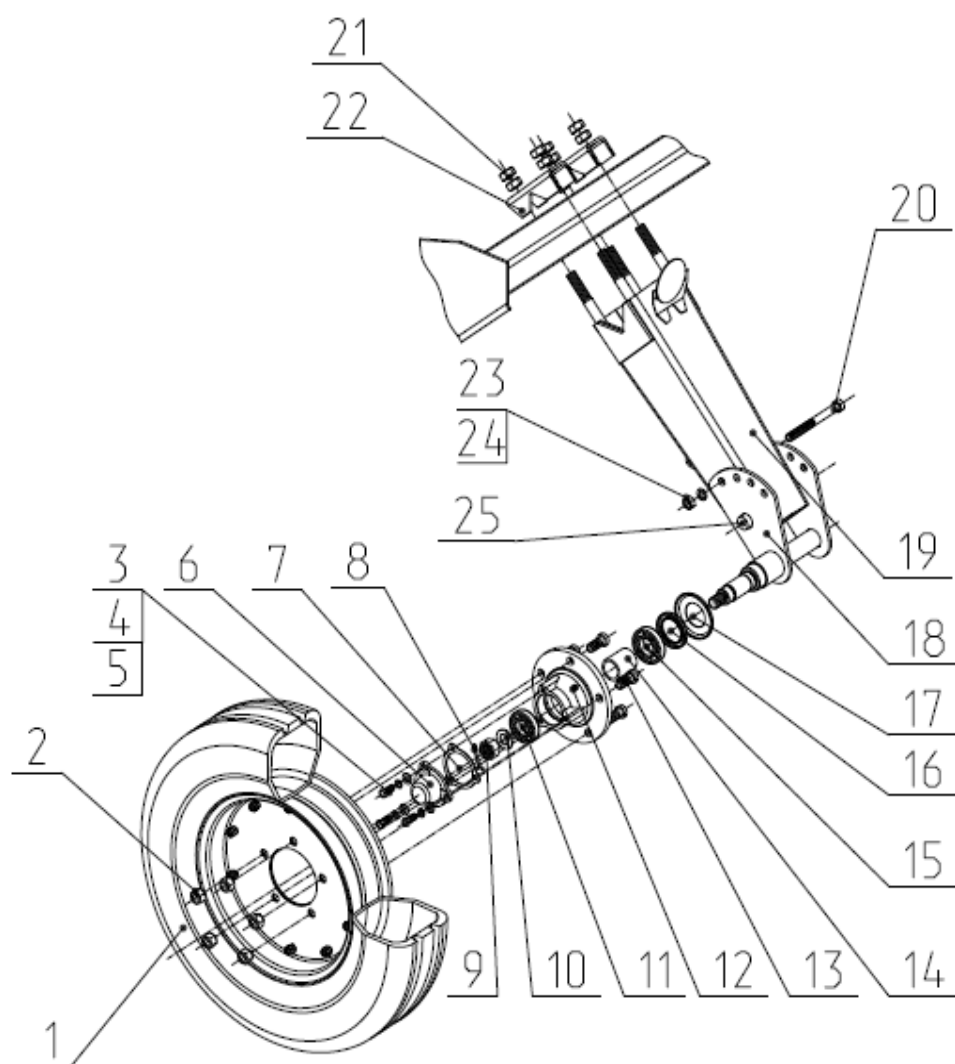

Рис.6 Кронштейн колеса
2.7 Кронштейн колеса (рис.6) имеет одно пневматическое колесо. Ступица колеса 12 установлена на оси на двух шариковых подшипниках 11 и 15. Ось колеса вварена в щеки 18, которые закреплены на оси 25 кронштейна 19. Освобождая болт 20, и проворачивая колесо с осью вокруг оси 25 до совмещения соответствующих отверстий на щеках 18 с отверстием в кронштейне 19, можно производить регулировку положения рамы и ротора по высоте среза. При транспортировке косилки на далекие расстояния, колеса необходимо переставить в транспортное положение, переместив болт в 20 в нижнее отверстие щек 18, предварительно вывесив колесо при помощи домкрата согласно места его остановки.